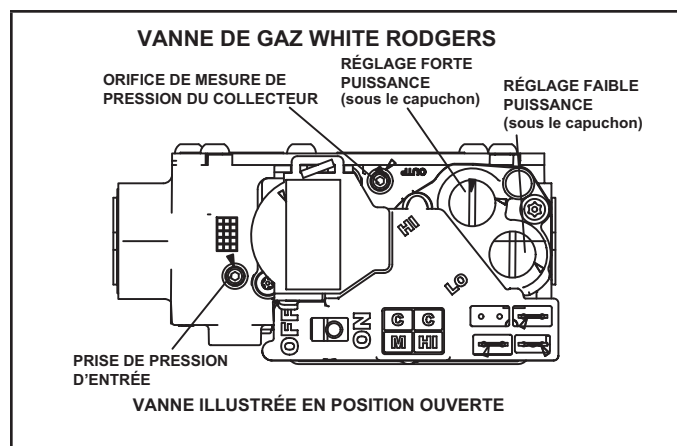

FIGURE 62
Fonctionnement de la vanne de gaz (FIGURE 62)
- 6 - Mettre le contacteur de la vanne de gaz sur «OFF». Voir la FIGURE 62.
- 8 - Mettre le contacteur de la vanne de gaz sur «ON». Voir la FIGURE 62.
Une connexion située sur la vanne de gaz permet d'accéder à la pression d'alimentation. Voir la FIGURE 62. Dévisser la vis à tête hexagonale de 3/32 d'un tour, brancher un tube de 5/16 po et brancher un manomètre pour mesurer la pression d'alimentation. Voir le TABLEAU 18 pour la pression de la conduite d'alimentation.
Une connexion située sur la vanne de gaz permet d'accéder à la pression du collecteur. Voir la FIGURE 62. Dévisser la vis à tête hexagonale de 3/32 d'un tour, brancher un tube de 5/16 po et brancher un manomètre pour mesurer la pression du collecteur.
- 5 - Au besoin, faire les ajustements nécessaires. La FIGURE 62 indique l'emplacement des vis de réglage des puissances mini et maxi.